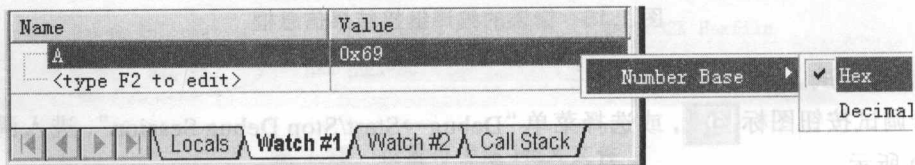

图 1.20 变量观察窗口
- 显示/隐藏变量观察窗口。单击“Watch#1”，然后用鼠标单击“type F2 to edit”后再按一下“F2”键，可编辑要观察的变量。右击该变量可以选择显示方式：Hex（16 进制）、Decimal（10 进制），如图 1.20 所示。